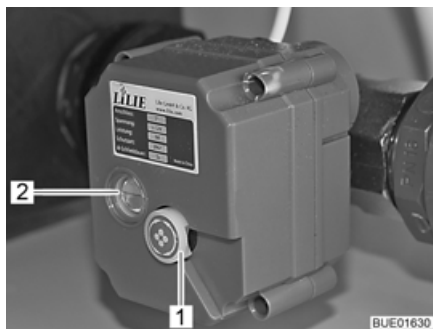

Fig. 196 Robinet de vidange à commande électrique
Une ligne rouge dans le regard (Fig. 196,2) du robinet de vidange à commande électrique indique la position du robinet :
- Tirer la molette (Fig. 196,1) du robinet de vidange à commande électrique vers l'extérieur et la faire tourner (peu importe le sens de rotation).